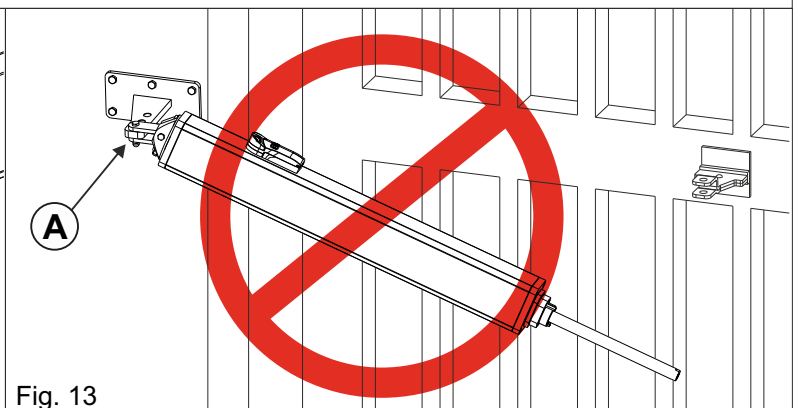

Fig. 13
**Ne pas incliner l'opérateur au-delà de l'angle permis par la fourche oscillante «A» (Fig. 13)